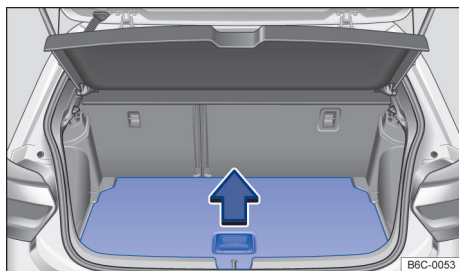

Fig. 117 No compartimento de bagagem: levantar o assoalho do compartimento de bagagem.
▶ Para *abrir*, levantar pela alça → Fig. 117 no sentido da seta e rebater o assoalho do compartimento de bagagem completamente para cima.